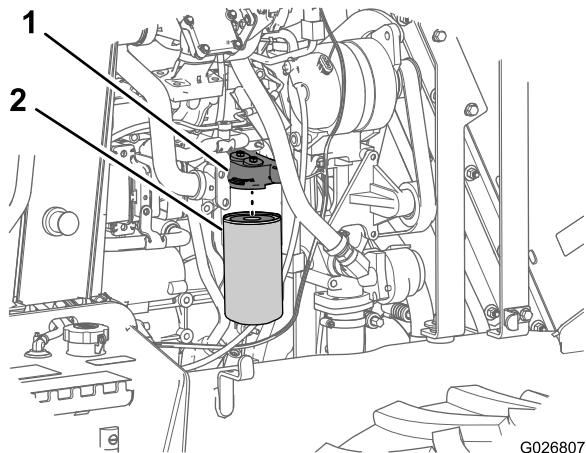

Figura 66
2. Coloque un recipiente de vaciado pequeño debajo del filtro de aceite (Figura 66).
3. Gire el filtro de aceite a la izquierda y retire el filtro de aceite (Figura 66).
7. Alinee el filtro de aceite nuevo con el cabezal del filtro de aceite, y gire el filtro a la derecha hasta que la junta del filtro entre en contacto con el cabezal del filtro (Figura 66).
8. Apriete el filtro de aceite a mano de 3/4 a 1 vuelta completa más (Figura 66).